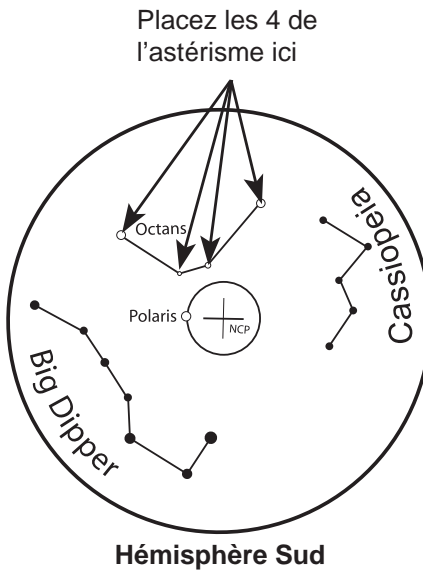

Fig. 2.3b
- La Fig. 2.3b montre la gravure du réticule du viseur polaire. Si l'image du réticule vous apparaît floue, tournez la bague moletée du viseur pour réaliser la mise au point
- **Pour l'hémisphère Sud** : Repérez les 4 étoiles faibles (environ des magnitudes 5 ou 6) de la constellation de l'Octant dans le champ du viseur polaire et ressemblant à l'astérisme dessiné sur le réticule (Fig. 2.3b). Tournez la couronne du viseur pour orienter l'astérisme selon le même angle que celui où il apparaît dans le ciel puis utilisez le vérin et les vis de réglage de l'azimut pour placer les 4 étoiles de l'Octant sur les 4 cercles de l'astérisme.
Comme l'étoile Polaire n'est pas exactement sur le pôle céleste Nord, elle semble tourner autour de lui dans le viseur polaire. Le grand cercle situé au centre du réticule du viseur (Fig. 2.3b) est une représentation de son orbite apparent autour du pôle. Lorsqu'on effectue la mise en station, il est donc important de connaître la position de l'étoile Polaire sur son orbite à l'heure donnée. Pour cela, il est possible d'utiliser l'une des 3 méthodes suivantes :
3. A la fin de l'initialisation du système SynScan, et après la saisie de la longitude, de la latitude, de la date et de l'heure locales, la raquette affiche le message **Polaris Position in P.Scope=HH:MM**. Le cercle de la Fig. 2.3b est assimilable au cadran d'une horloge découpée en 24h dans laquelle 12:00 est en haut et HH:MM représente l'heure sur le cadran. Cette valeur est l'angle horaire de la Polaire que l'on projette ensuite sur le cadran virtuel de l'horloge pour obtenir la position attendue de l'étoile dans le viseur. Il suffit ensuite de positionner le cercle marqué *Polaris* à l'heure indiquée puis de centrer l'étoile Polaire dans le petit cercle.